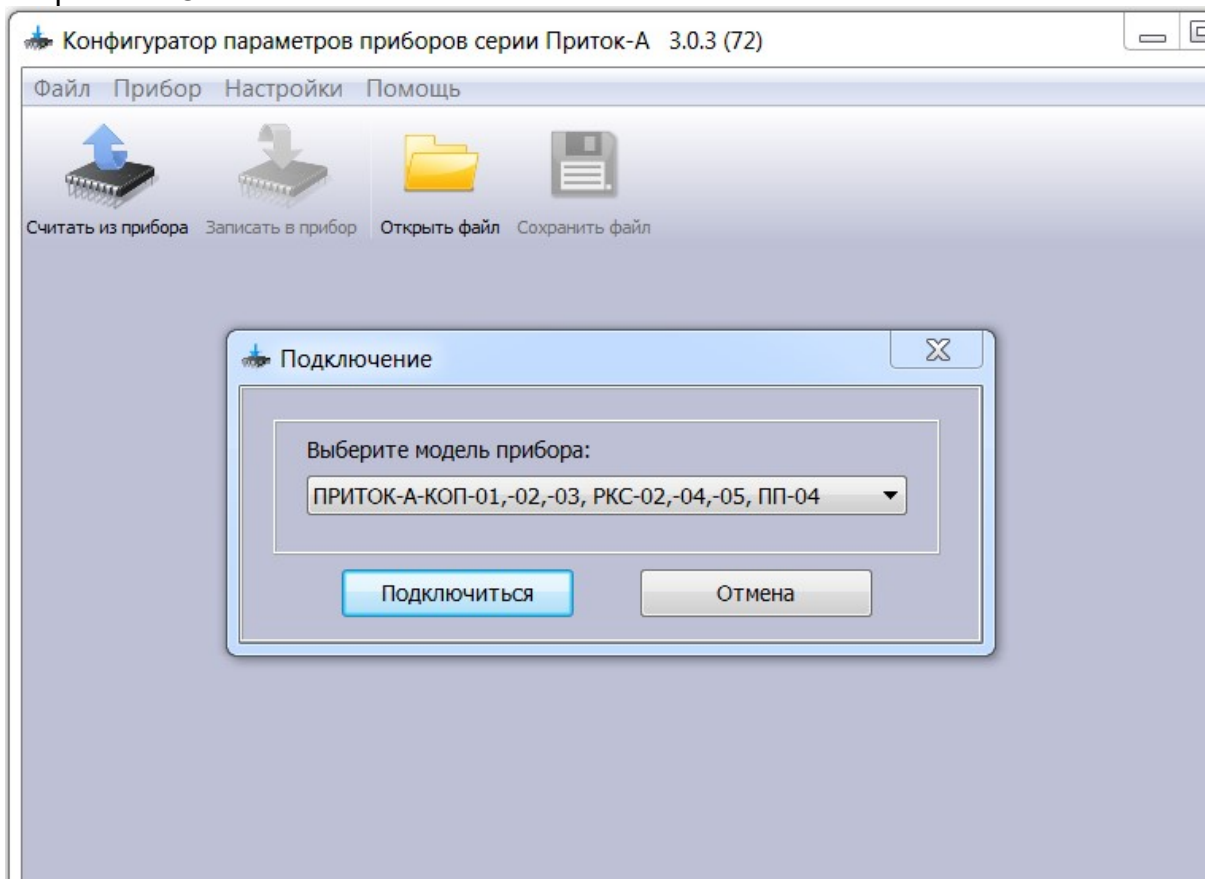

Рисунок 2
1) Подключите КОП к компьютеру с помощью стандартного кабеля miniUSB и запустите программу «Конфигуратор параметров приборов серии Приток-А». В левом верхнем углу окна программы нажмите кнопку «Считать из прибора». В появившемся окне «Подключение» выберите из списка «ПРИТОК-А-КОП-01,-02,-03, РКС-02,-04,-05, ПП-04» и нажмите кнопку «Подключиться» (см. рисунок 2). Дождитесь завершения чтения параметров от КОП.